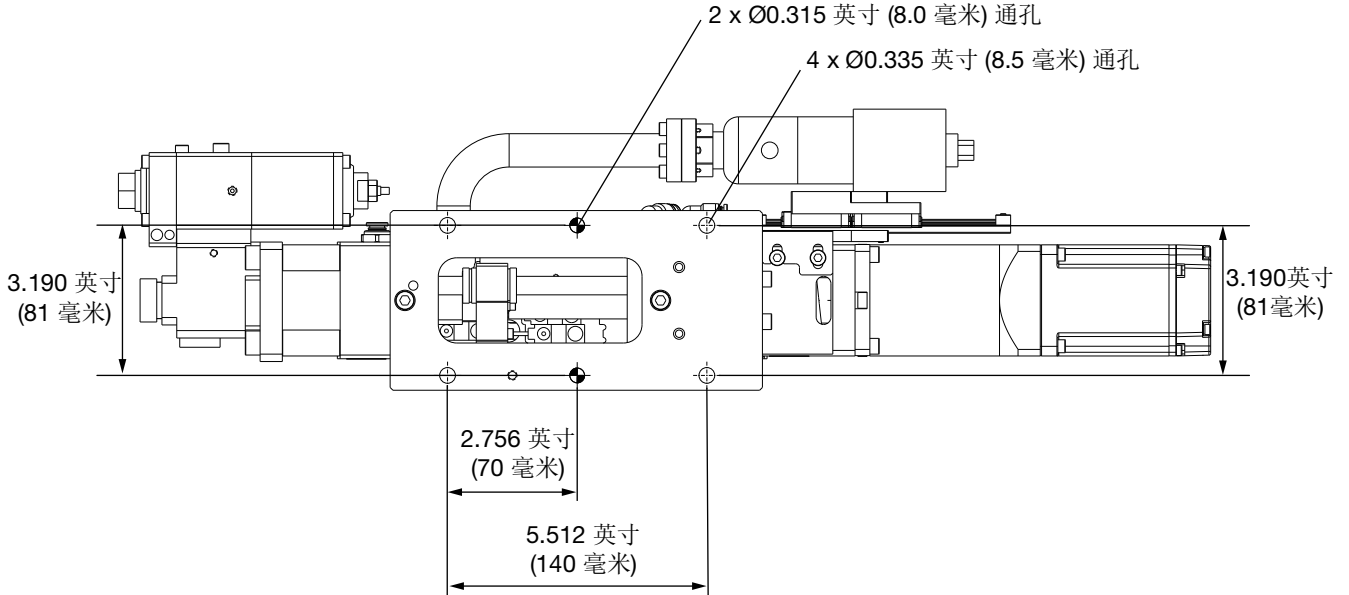
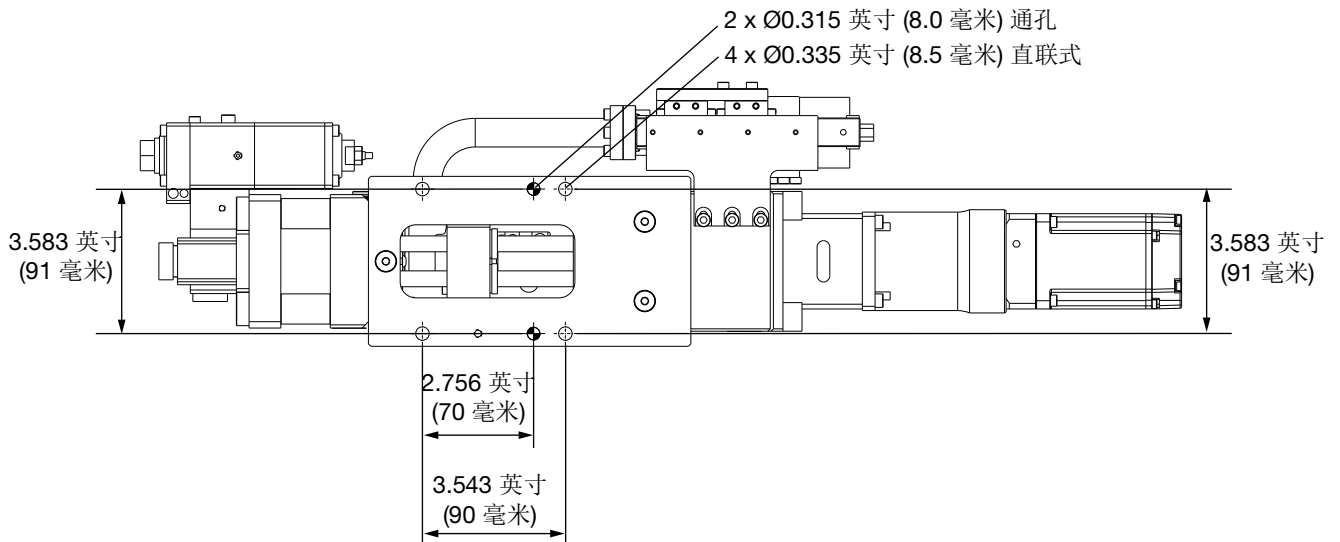

图 4: PSM 机器的安装孔尺寸 - 25cc
图 5: PSM 机器的安装孔尺寸 - 50cc
3. 通过四个安装孔安装紧固件 (设备未提供), 将 PSM 安装板 (AC, 第 8 页) 安装到所选位置。还有两个定位销孔。请参考图 4、图 5 或图 6。